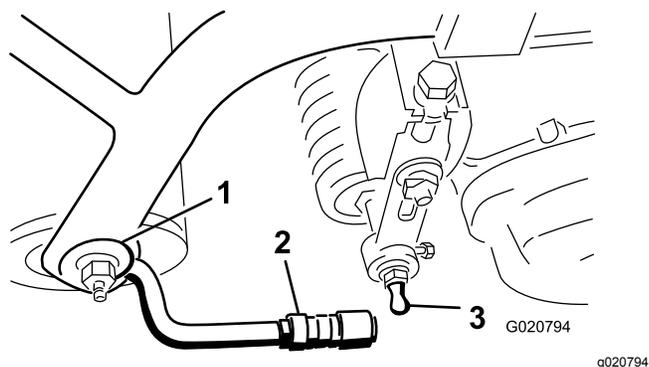

Figura 8
3. Deslice el manguito hacia atrás en el receptor de articulación esférica y enganche el receptor en el espárrago con bola de la unidad de corte. Suelte el manguito para que se deslice sobre el perno y bloquee los conjuntos (Figura 8).